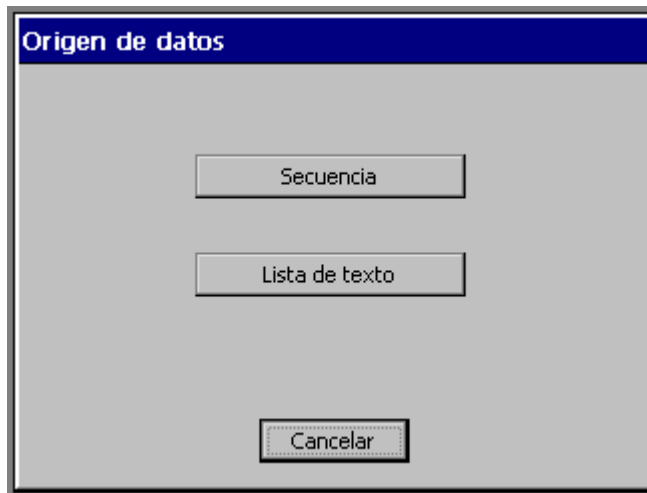

Figura 8-6. Pantalla Origen de datos
1. Seleccione **Lista de texto** en la pantalla **Origen de datos** (Figura 8-6).
1. Seleccione **Lista de texto** en la pantalla **Origen de datos** (Figura 8-6 en la página 8-12).